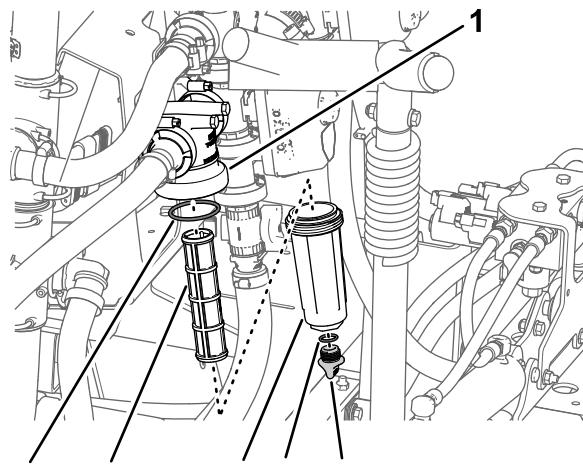

図 109
2. 圧力フィルタの下に受け容器をおく 図 109。
3. 圧力フィッティングのドレンプラグを左に回して外す 図 109。
4. ボウルを左に回してフィルタヘッドから外す図 109。
5. 古い圧力フィルタエレメントを外す図 109。
6. ドレンプラグのOリングボウルの内側とボウルのOリングフィルタヘッドの内側に傷や破損がないか点検する図 109。
7. 新しい圧力フィルタエレメントをフィルタヘッドに取り付ける図 109。
8. フィルタヘッドにボウルを取り付けて手締めする図 109。
9. ボウルにプラグを取り付けて手締めする図 109。